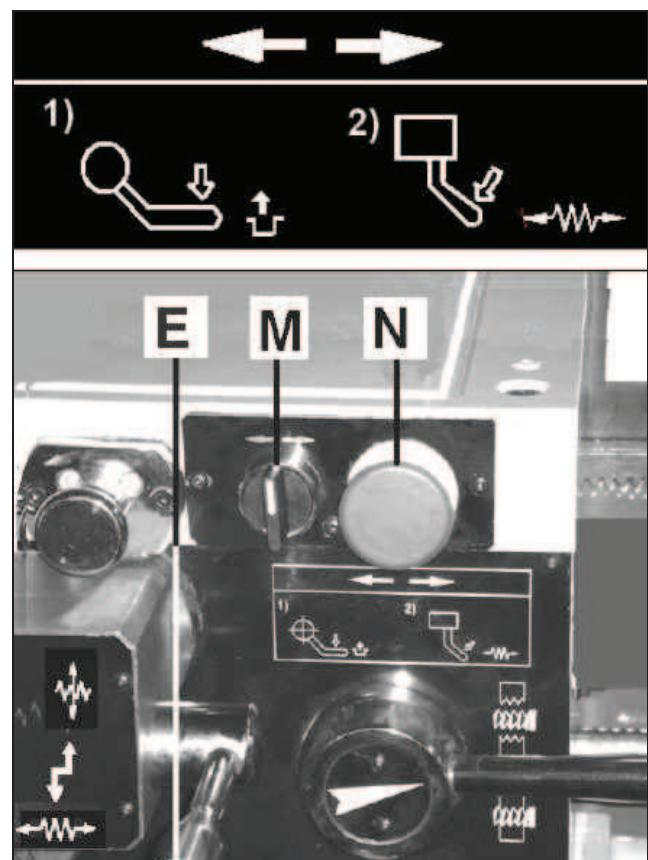

Fig 17
- den Vorschub Wahlhebel (E, Fig 17) einkuppeln
- den Eilgang Wahlschalter (M, Fig 17) in die gewünschte Richtung drehen.